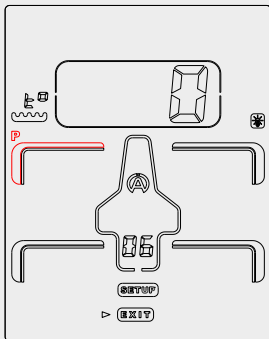

Figure 17
- 2) 左フロントタイヤの最初のアイコン«P»（圧力）がデフォルトで点滅 (figure 17).